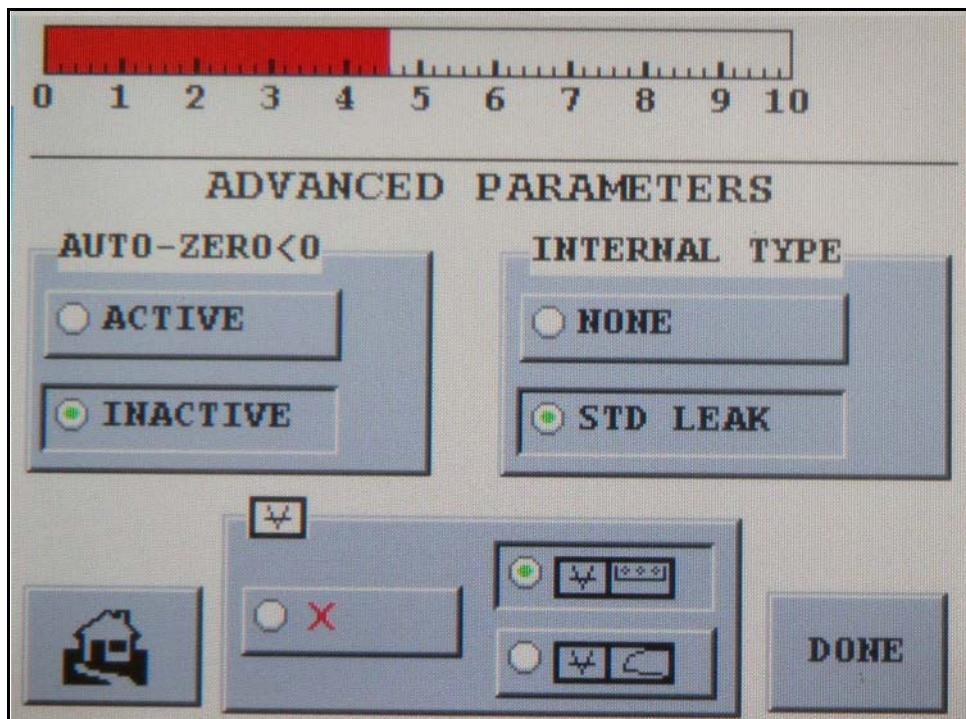

图 2-16 高级参数屏幕
- 轻触“Set-Up”屏幕上的 **Advanced Parameters** 按钮，出现“高级参数”屏幕（图 2-16）。